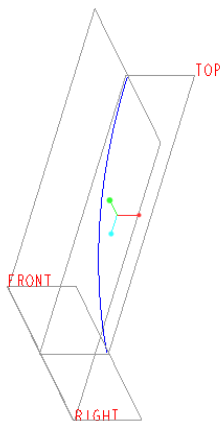
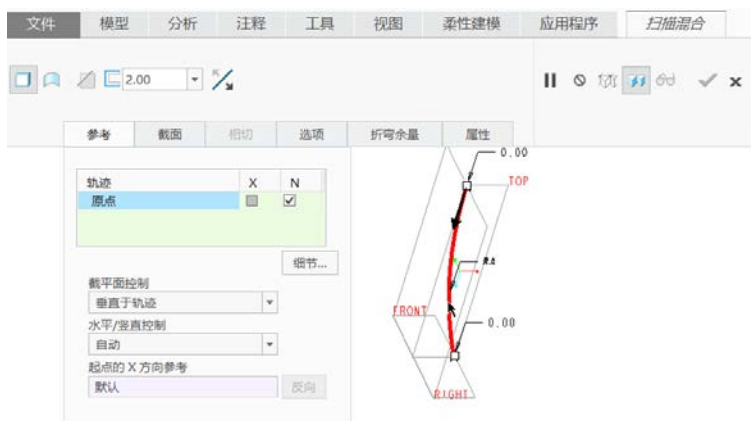

图 1-80 原始圆弧曲线
图 1-81 指定扫描混合的起点轨迹
(1) 在“快速访问”工具栏中单击（打开）按钮，系统弹出“文件打开”对话框，从本书附赠网盘素材中选择 bj_1_45e.prt 文件，接着单击“打开”按钮，该钣金件文件中存在着图 1-80 所示的原始圆弧曲线。
(2) 在功能区的“模型”选项卡中单击“形状”→（扫描混合）按钮，打开“扫描混合”选项卡，默认选中（实体）按钮。
(3) 在（壁厚度）文本框中输入壁厚度值为“2”。
(4) 打开“参考”面板，选择已有曲线作为原点轨迹，“截平面控制”为“垂直于轨迹”，“水平/竖直控制”为“自动”，如图 1-81 所示。